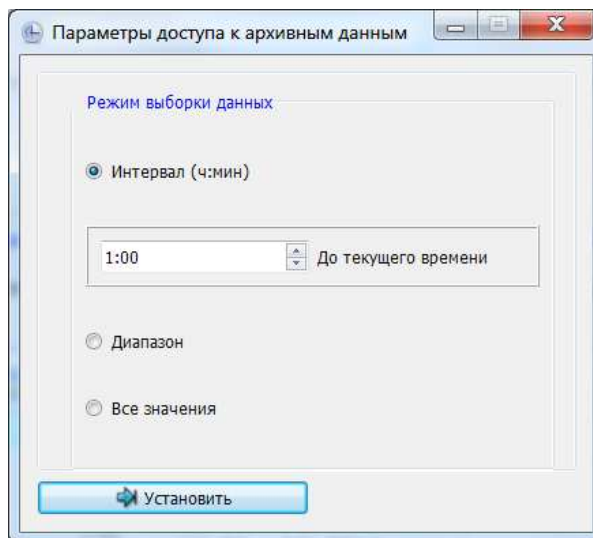

Рис. 3.23.49 – Установка режима выборки «Интервал»
- «Интервал (с:мин)» – устанавливается в часах, минутах до текущего времени (рис. 3.23.49);